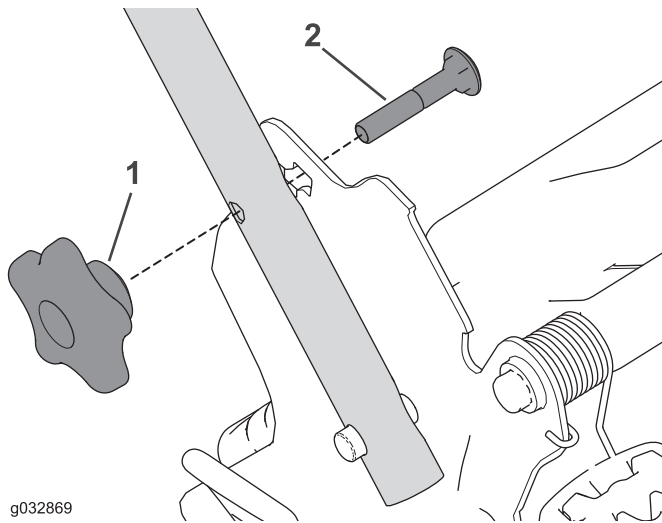

Figure 26
1. Retirez et conservez les 2 boutons et les 2 boulons de carrosserie du support du guidon (Figure 26).